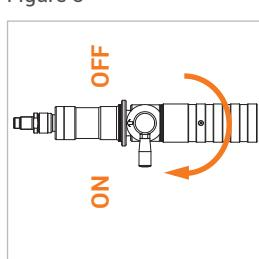

Figure 4
- ▶ Tournez le levier de commande (pos. 3) du nozzle de ravitaillement de 180° en position ON (*Figure 4*).